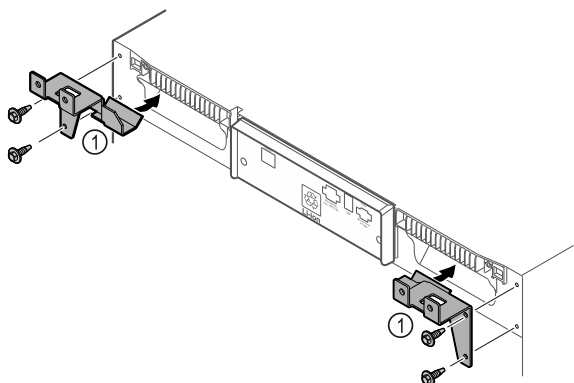

Fig. 9
- ▶ Montér holdedelene Fig. 9 (1) på apparatet med de medfølgende skruer.